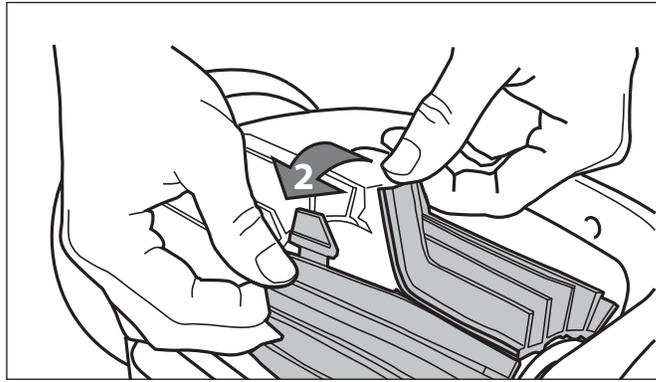

Figure 29. Retrait des languettes de la brosse
2. Séparez les bords de la brosse et retirez les languettes (Figure 29). Retirez les brosses usées.